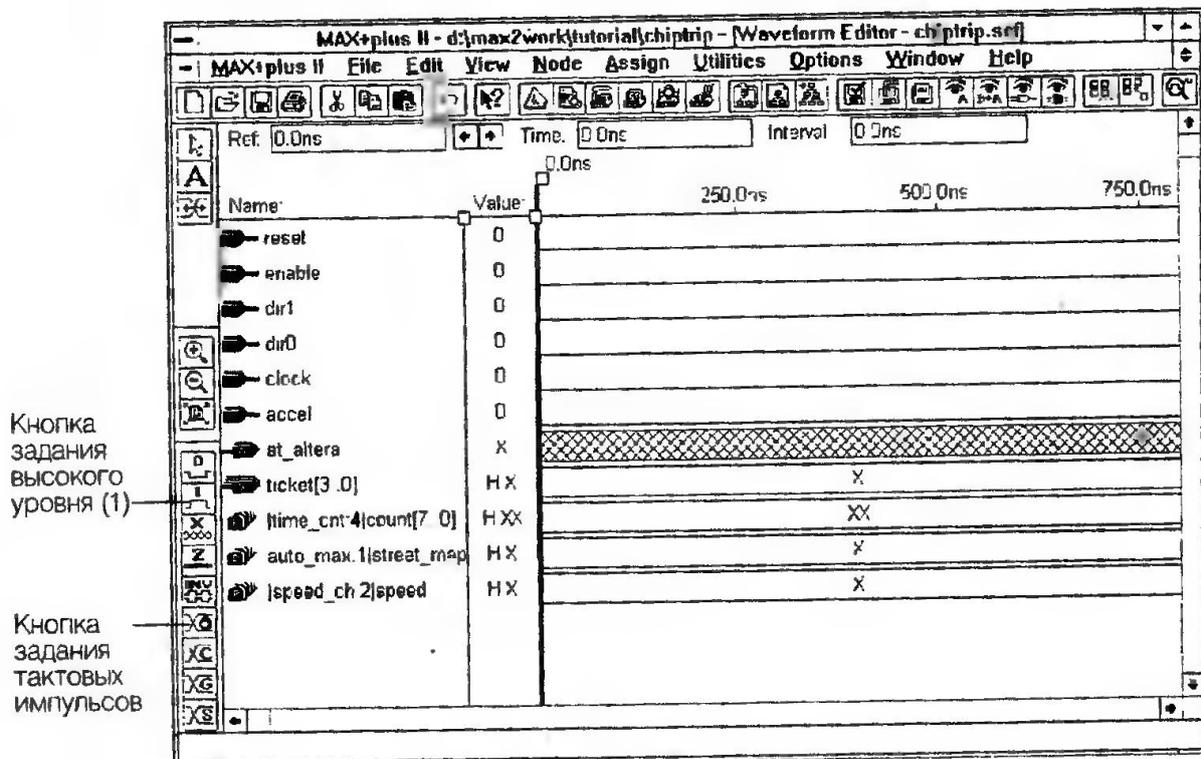

Рис. 2.56
- ✓ Выделите всю временную диаграмму или интервал временной диаграммы и нажмите кнопку **Overwrite High (1)** (задание высокого уровня) на инструментальной панели с левой стороны окна редактора временных диаграмм, как показано на рис. 2.56.